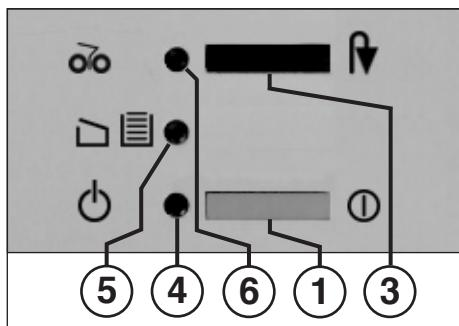

fig. 1
- 3 = Interrupteur à pousoir „marche arrière“ (fig. 1)
- 4 = Voyant de contrôle „prêt à fonctionner“ (fig. 1)
- 5 = Voyant de contrôle (fig. 1)
Si le sac de réception est plein, la machine s'arrête automatiquement. Le voyant de contrôle (5) (fig. 1) s'allume. Vider alors le sac de réception comme suit:
- Replacer le cadre avec le sac de réception et fermer la porte. Le voyant de contrôle (5) (fig. 1) s'éteint.
Faites bien attention de mettre l'appareil hors circuit pendant la nuit en actionnant l'interrupteur manométrique (1) (fig. 1).